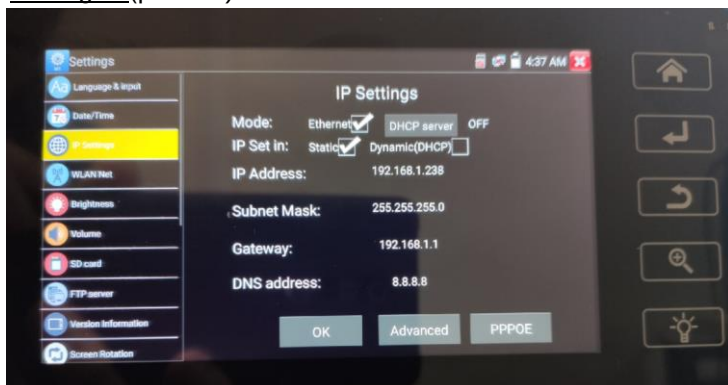

Рис. 13 Настройки подсети тестера
2. Второй способ предполагает изменение параметров подсети тестера вручную. Для этого необходимо знать точный IP-адрес видеокамеры. Обычно он расположен на наклейке самой видеокамеры или на коробке из под нее. Зная этот адрес, можно изменить параметры подсети тестера в меню «Settings» - «IP Settings» (рис. 13)